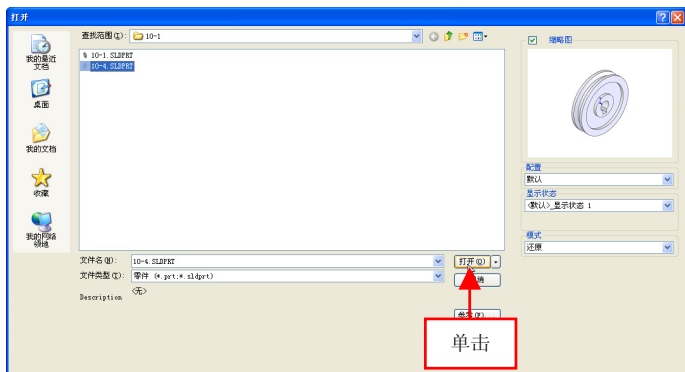

图 10-4 单击【打开】按钮
(4) 弹出【打开】对话框，选择合适的零件，单击【打开】按钮，如图 10-4 所示。